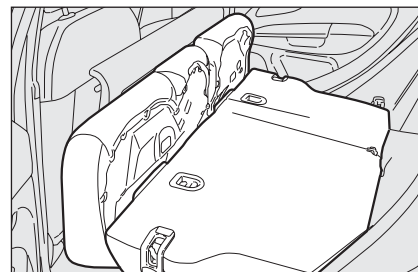

fig. 98
Ampliamento totale fig. 98
- sollevare le maniglie **A** e **B**-**fig. 98** per sbloccare gli schienali e accompagnarli sul cuscino.